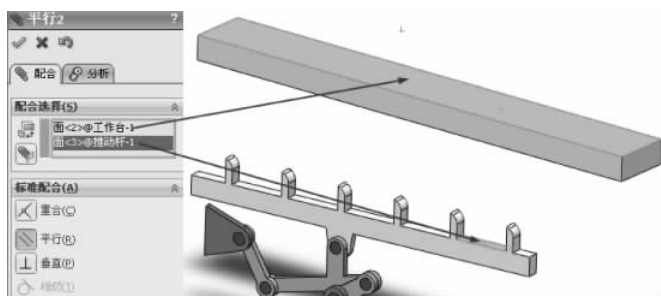

图 3-236 平行配合
(25) 选择【标准配合】选项组下的【平行】配合类型,在【要配合的实体】选择框中选择如图 3-236 所示的面,其他保持默认,单击【确定】按钮,完成平行配合。